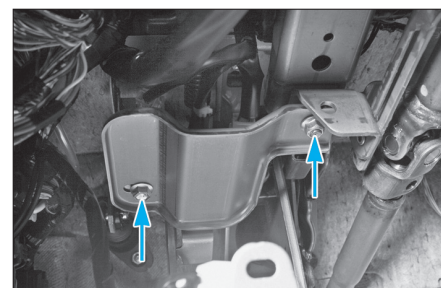

FIG. 34
- Déposer la plaque de renfort à gauche de la colonne de direction (1 vis et 1 écrou à tête 6 pans de 12 mm) (Fig.34).